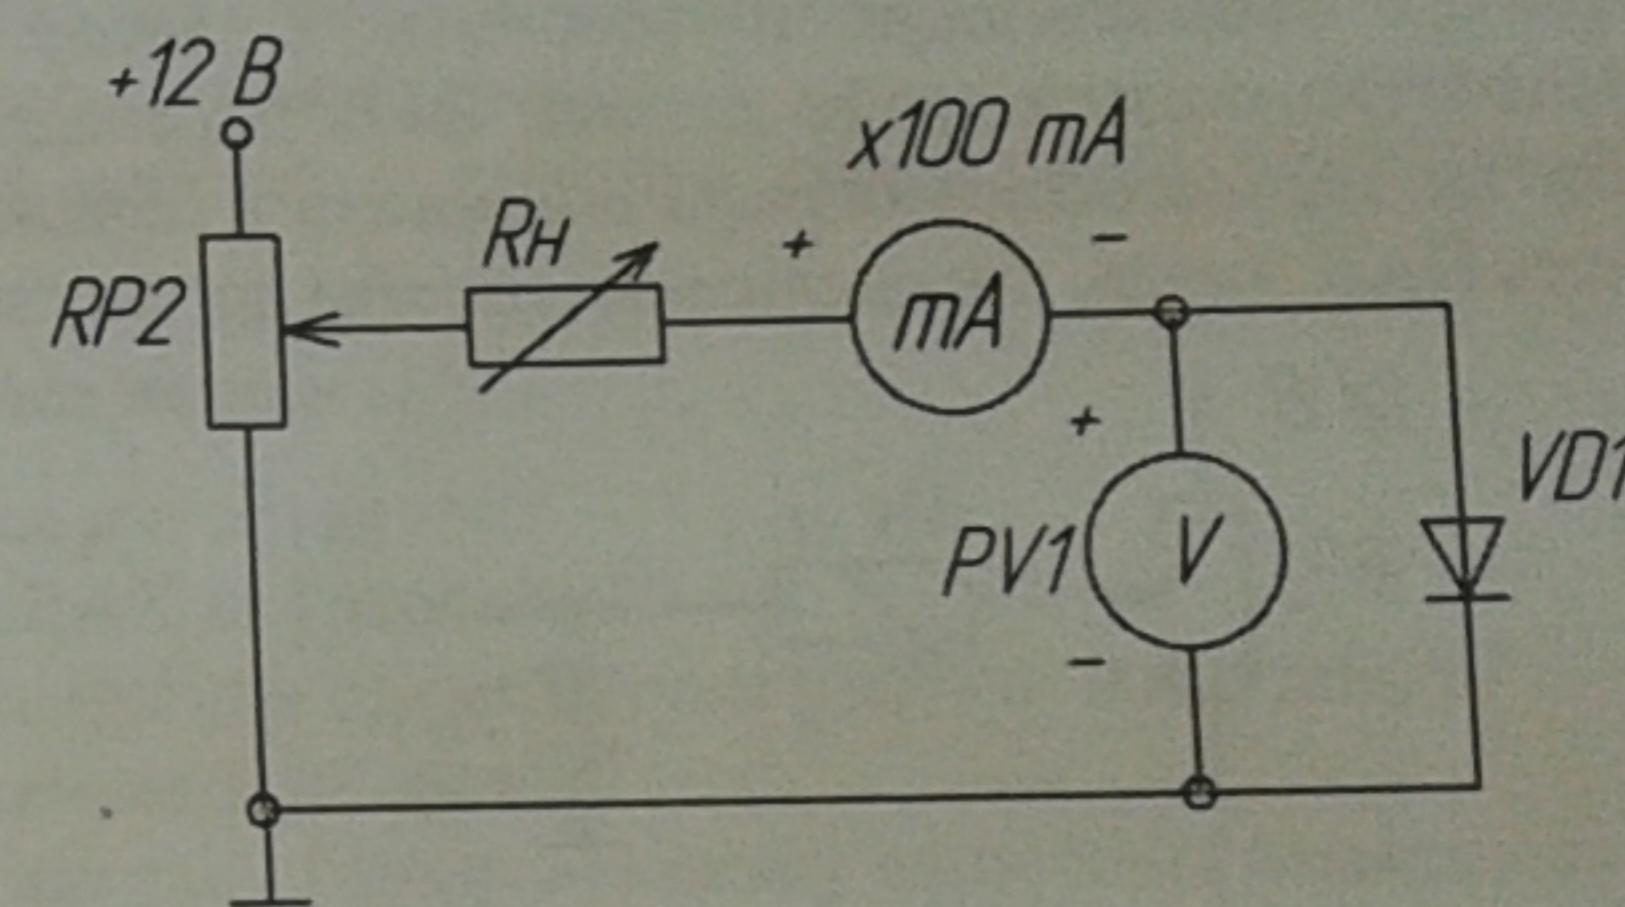

Рис. 1
- собрать схему для исследования выпрямительного диода на постоянном токе в соответствии с принципиальной схемой рис. 1. Для измерения анодного тока включить миллиамперметр постоянного тока с пределом 100 мА. Для измерения анодного напряжения использовать мультиметр. Последовательно с диодом включить токоограничивающий резистор  $R_H$ .
Снять вольтамперную характеристику выпрямительного диода на постоянном токе для прямой ветви (рис. 1); для снятия характеристик регулировать напряжение на выходе потенциометра; результаты измерений занести в таблицу, по которой построить прямую ветвь ВАХ;
Выполнить пункты 2а, в для диода Шоттки, используя схему рис. 1. ВАХ строить на том же рисунке, что и в п.3. Сравнить ВАХ и параметры диода Шоттки с параметрами и ВАХ обычного выпрямительного диода.